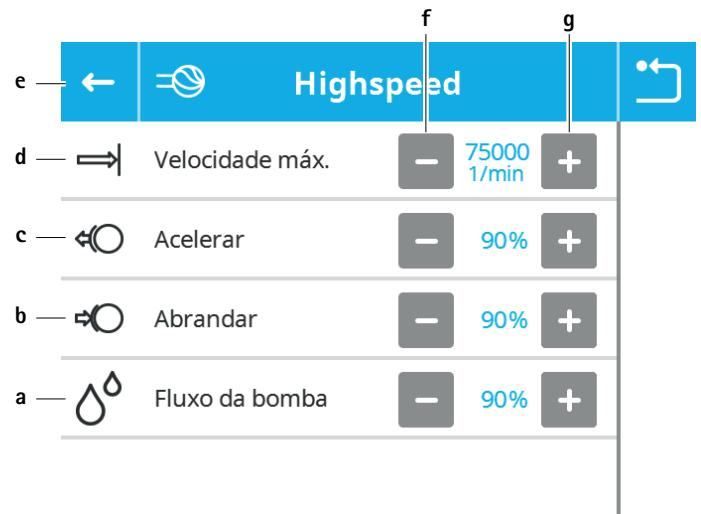

Fig. 10 Configurações do motor – Tipo de unidade de aplicação selecionado
- Abre o submenu do tipo de unidade de aplicação selecionado, ver Fig. 10.